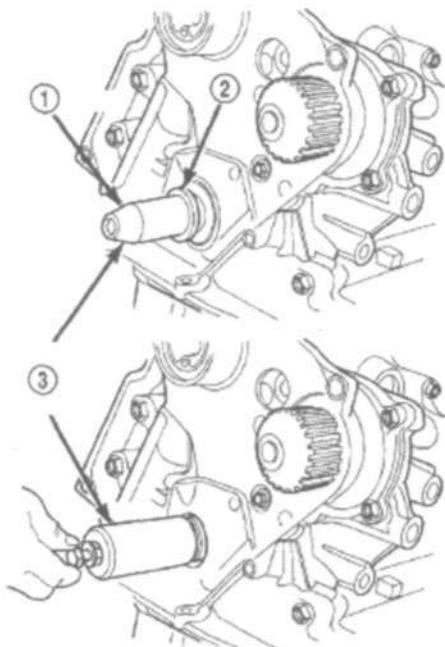

Рис. 95 Переднее уплотнение коленчатого вала - установка
- (5) Установить новое уплотнение коленвала при помощи спец. приспособления 6780 (Рис. 95).